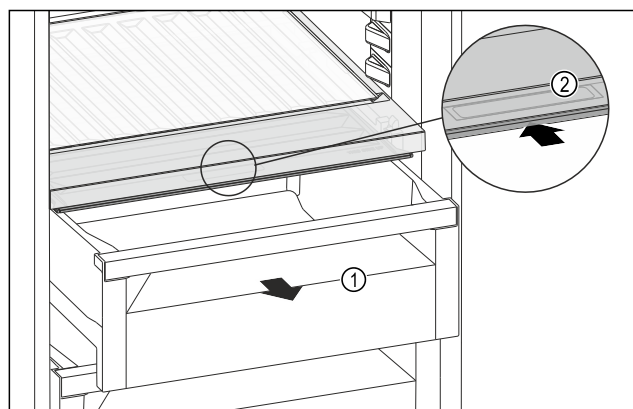

Fig. 117
- ▶ 拉出抽屉 Fig. 117 (1)。
- ▶ 抓住抽屉盖上的内嵌式拉手 Fig. 117 (2)，并同时向后推入抽屉盖。